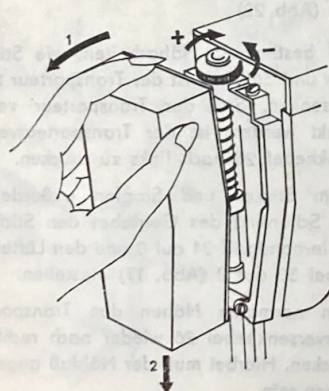

Abb. 23
18. Abnehmen der Frontplatte und Einstellen des Nähfußdruckes (Abb. 23)
Für einen guten Transport des Stoffes ist der Nähfußdruck nach Abb. 23 zu regulieren.